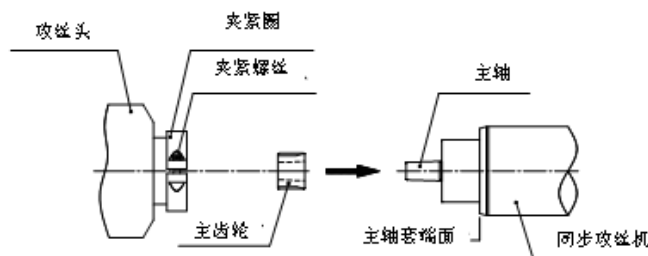
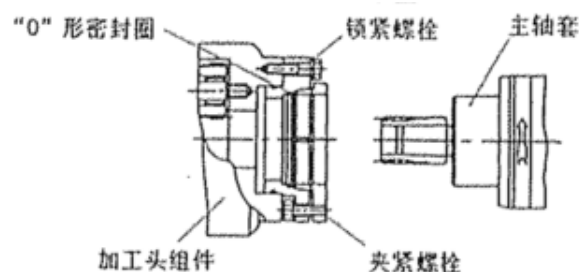

图 7-2-1
图 7-2-2
(2) 如果安装的是抱固型攻丝头，请参照图7-2-1，拧松锁紧圈的锁紧螺丝直至攻丝头的机体碰到主轴套的端面之后再完全压入。如果安装的是法兰型攻丝头请参照图7-2-2，拧松夹紧螺栓，将攻丝头机体组装在主轴套上，因为在法兰内装有密封圈，装上主轴套时有阻力，请插入到主轴套端面与法兰端面接触为止。
(3) 如果安装的是抱固型攻丝头，请参照图7-2-1，拧紧锁紧螺丝，将攻丝头固定在主轴套上。如果安装的是法兰型攻丝头请参照图7-2-2，按照规定的扭矩均匀拧紧3根夹紧螺栓。